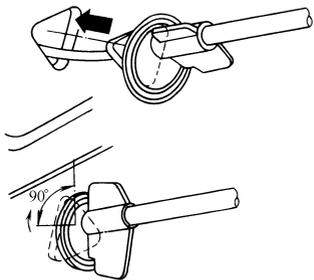

图 1-28 将拉索固定推入车身前板
- 3) 如图 1-28 所示，将拉索定位件按箭头方向推入车身前板后，按顺时针方向转约 90°。
① 调整节气门拉索。